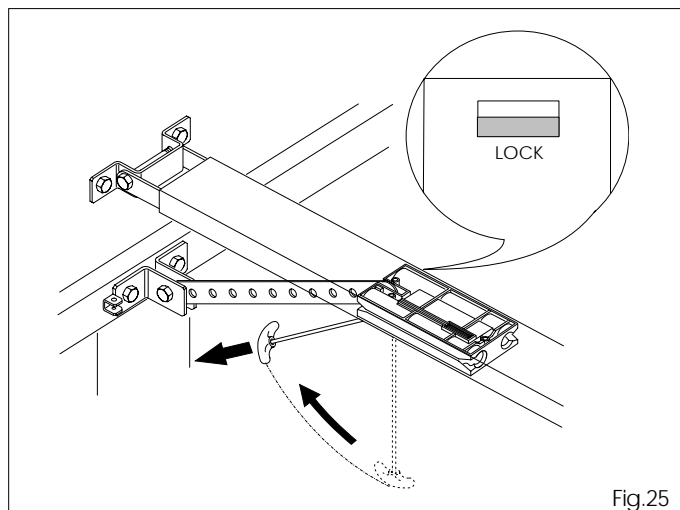

Fig.25
6.23 Bloquer à nouveau l'automatisation en tirant horizontalement la poignée (fig.25. ATTENTION ! voir absolument, lors du relâchement, sous le chariot la fenêtre d'indication "LOCK" de couleur rouge = preuve que le réarmement est fiable).